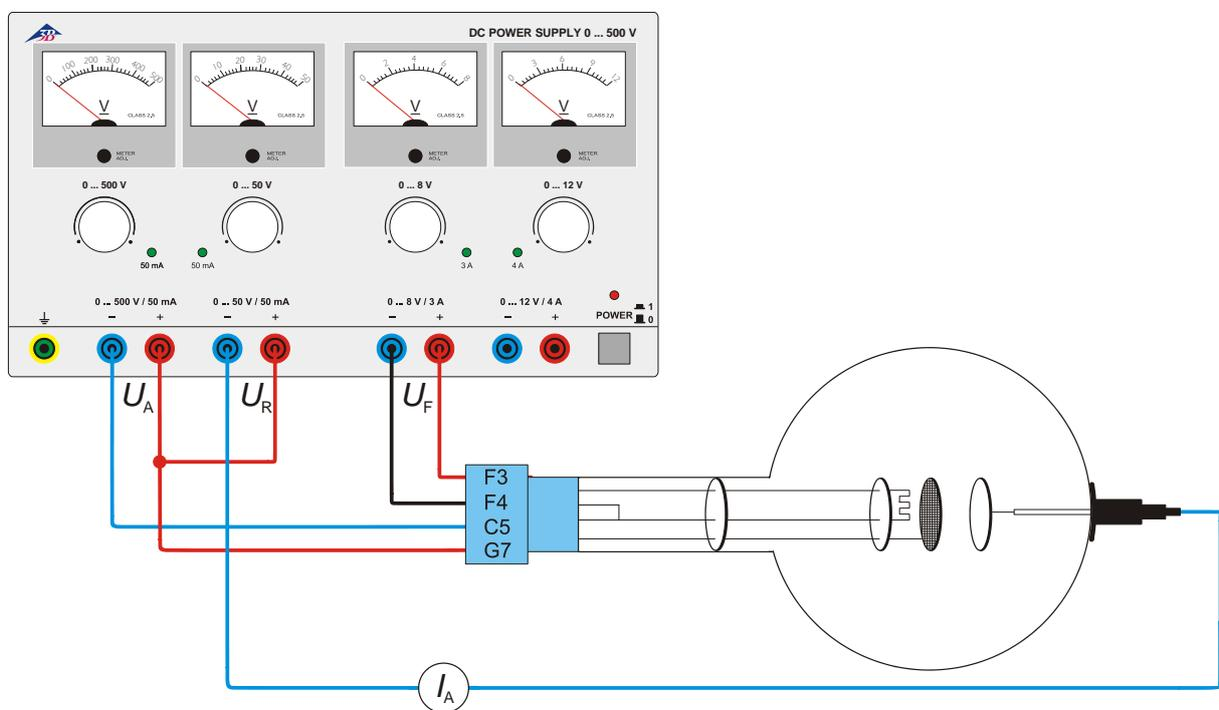

Fig. 4 Disposizione di Franck-Hertz
- Realizzare il collegamento come illustrato in Fig. 4.